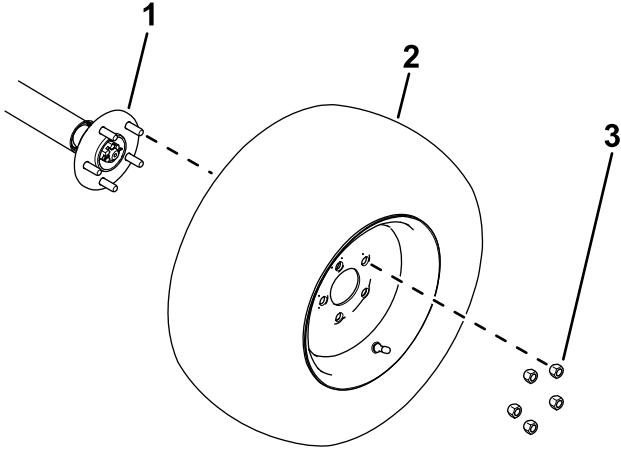

Figura 8
1. Utilizai piuliile îndepărtate anterior pentru a fixa anvelopele pe butucii roilor (Figura 8).